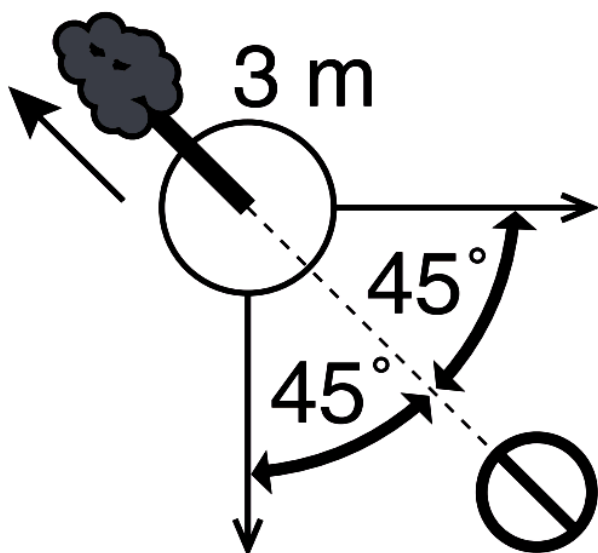

Рис.12
3. Когда дерево начнет падать, путь отхода должен быть направлен по диагонали в сторону, противоположную направлению падения, под углом 45 градусов. Вы должны отойти минимум на 3 метра от ствола, на тот случай, если во время падения комель дерева отскочит в сторону (Рис.12).